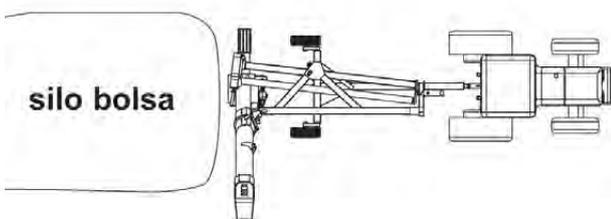

Figura 5.5: Alinhamento entre o silo bolsa, a extratora e o trator.
- 1) Alinhar a extratora com o trator e o silo bolsa como se mostra na figura 5.5. Para facilitar o trabalho posterior de extração é muito importante que os três elementos fiquem centrados e alinhados entre si da melhor maneira possível.